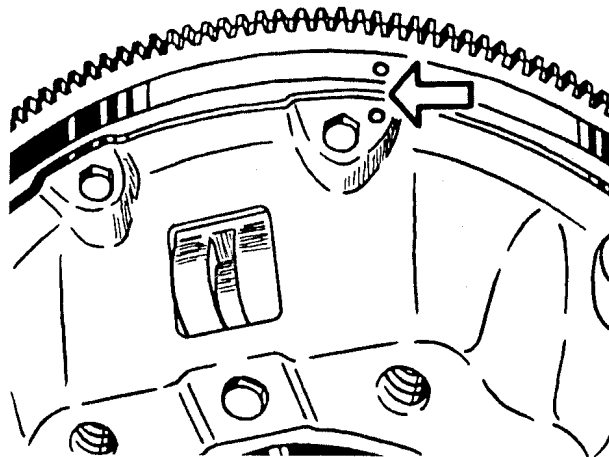

Рис.69. Расположение меток на маховике и кожухе сцепления
- привернуть к маховику нажимной диск сцепления с кожухом в сборе, предварительно отцентрировав ведомый диск сцепления при помощи шлицевой оправки (в качестве оправки можно использовать первичный вал коробки передач) по подшипнику в заднем торце коленчатого вала. Метки «0», выбитые на кожухе нажимного диска и маховике около одного из отверстий для болтов крепления кожуха, должны быть совмещены (рис.69). Затяжку болтов крепления кожуха производить с крутящим моментом 19,6...24,5 Н·м (2...2,5 кгс·м).